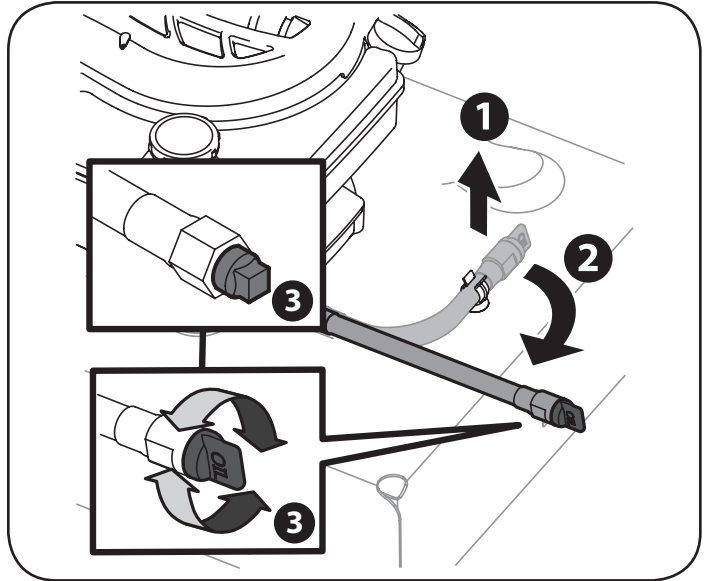

Figura 12
1. Tire hacia arriba de la manguera de drenaje de aceite para soltarla de la plataforma. Consulte la Figura 12.
3. Desenrosque la tapa del extremo de la manguera de drenaje de aceite para empezar a drenar el aceite. Consulte el recuadro de la Figura 12.
NOTA: El motor está equipado con un twist-off de plástico o metal tapa de cabeza cuadrada. Consulte la Figura 12 inserciones.